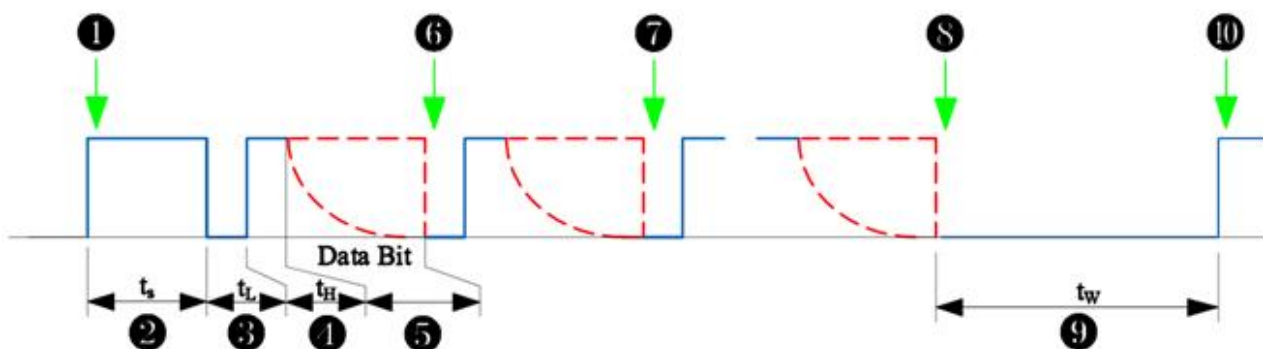

图 2
在这种读出模式下，如图 2 所示，微控制器忽略中断信号，强制 DDCI 线为高电平至少两个系统时钟周期，然后开始像中断模式读出数据一样，读出数据。为确保输出数据锁存器被更新，微控制器必须释放 DDCI 线（数据自动更新，同中断周期）或者强制 DDCI 线为低电平至少 64 个系统时钟周期（强制数据更新）。
- ① 微控制器忽略 S22-P430Y 中断有效信号，直接拉高 DDCI。
- ② 微控制器拉高 DDCI 线维持至少两个系统时钟周期（约 0.0625ms）。
- ③ 微控制器拉低 DDCI 线至少 200ns。
④微控制器在 DOCI 线上产生一个上升沿，且 DOCI 线上高电平维持至少 200ns。
⑤DOCI 线切换状态，输出数据的最高位 MSB。
⑥微控制器采样数据 MSB。
⑦重复③④⑤⑥，微控制器采样数据次高位。
⑧重复③④⑤⑥，微控制器采样数据最低位 LSB。
⑨读取数据完成后，微控制器强制 DOCI 低电平并维持至少 64 个系统时钟周期，以完成串口数据更新。或者如图 2 所示，微控制器强制 DOCI 低电平并立即释放 DOCI 线，按中断模式完成数据自动更新。
⑩重复①，开始新的读取周期。